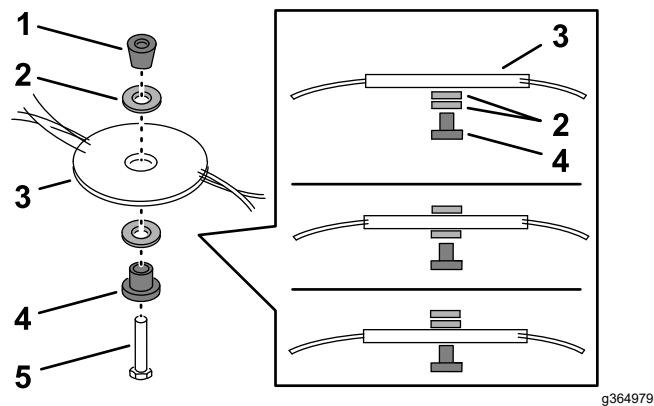

图 29
5. 使用随机器提供的扳手逆时针旋转螺栓图 29 即可拆下剪草刀盘省去了所有的安装五金件。